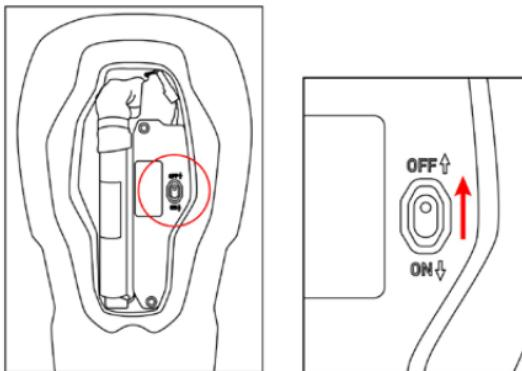

Figura 30: Ubicación del Interruptor de Modo Envío (8)
En caso de que sea necesario enviar el Sistema, el Usuario debe poner SIEMPRE el Sistema en modo de envío. Para ello, el Usuario debe Acceder al Protector Posterior (4) abriendo la cremallera situada en la parte posterior del Sistema. El Usuario puede acceder fácilmente a la Unidad de Control del Airbag (5) abriendo la cubierta posterior con el cierre de Velcro. Una vez retirada la cubierta, el Usuario puede poner el Sistema en Modo Envío, colocando el Interruptor de Modo Envío (8) en la posición OFF (APAGADO), como se muestra en la Figura 30. El Modo Envío permitirá al Usuario enviar el Sistema de forma segura y cumpliendo con las normas de transporte aplicables. Para poder volver a utilizar el Sistema, deberá encenderlo para restablecer su funcionamiento normal. Simplemente, volver a colocar el Interruptor de Modo Envío (8) en la posición on (ENCENDIDO).